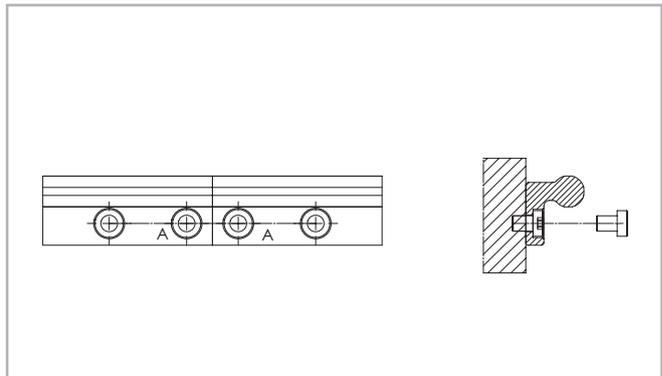

Fig. 27
(1) Realize a fixação de cada um dos guias sobre a superfície de montagem, apertando todos os parafusos, com exceção do último em cada uma das extremidades, respectivamente.
(2) Coloque os parafusos de fixação final no devido furo sem apertá-los demais (ver fig. 27).